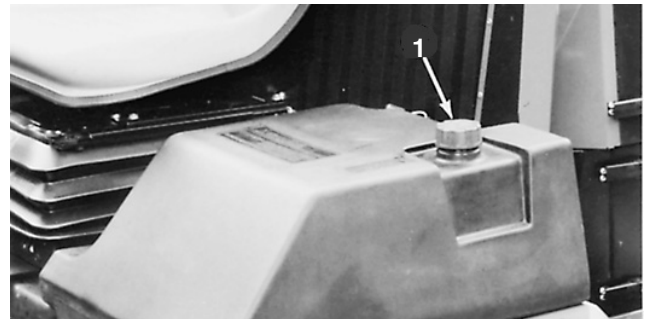

Bild 10
1. Nehmen Sie den Tankdeckel ab (Bild 10).